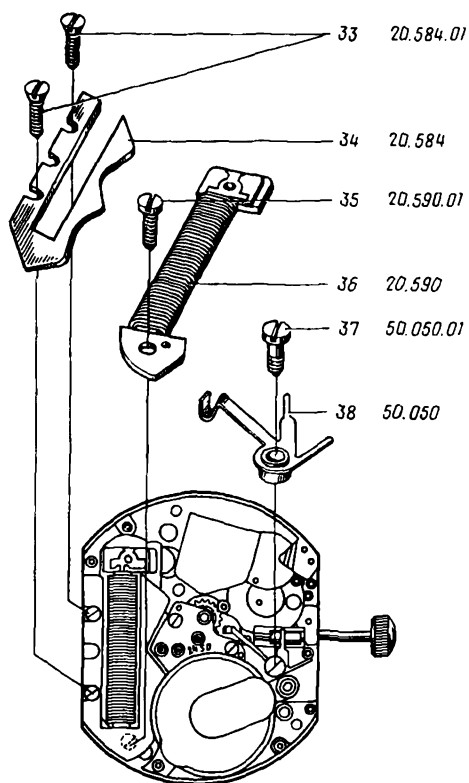

Рис. 148
36. Отвернуть и снять винты 33 экрана (рис. 148)